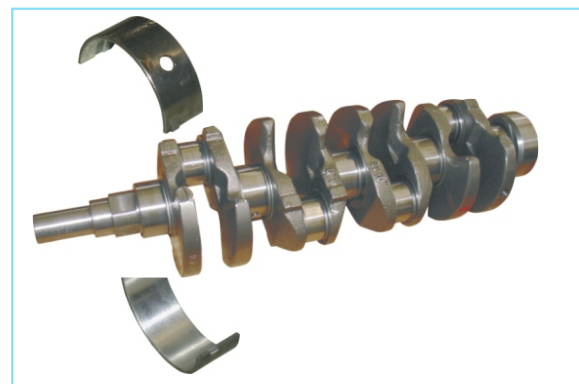

图2-73 检查曲轴
⑤检查所有主轴颈和主轴瓦有无麻坑和划痕（图2-73）；如果主轴颈或主轴瓦有损伤，则应更换轴瓦。主轴颈有轻微划痕可用砂布打磨处理，如已划出很深伤痕则应更换曲轴。